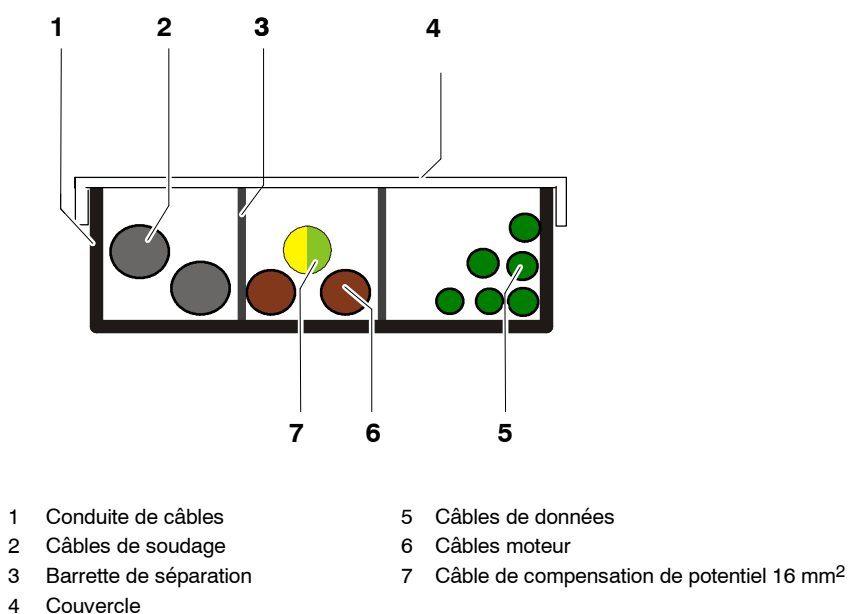

Fig. 82 Pose dans des conduites de câbles
- Poser les câbles en séparant les câbles moteur et les câbles de commande dans des conduites de câbles en tôle (Fig. 82) (le cas échéant, prendre des mesures CEM supplémentaires).